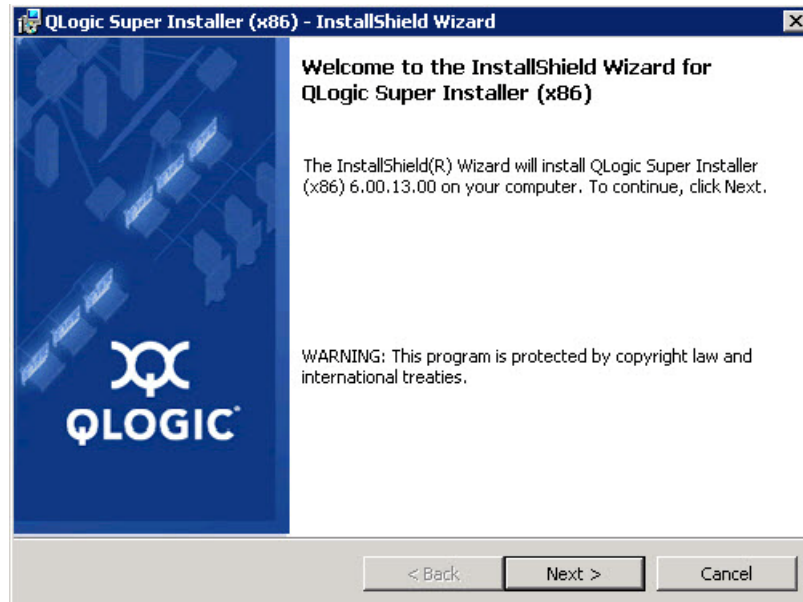

Figure 3-2. Assistant QLogic InstallShield : Fenêtre de bienvenue
3. Dans la fenêtre de bienvenue de l'Assistant QLogic Super Installer® (Figure 3-2), cliquez sur **Suivant**.